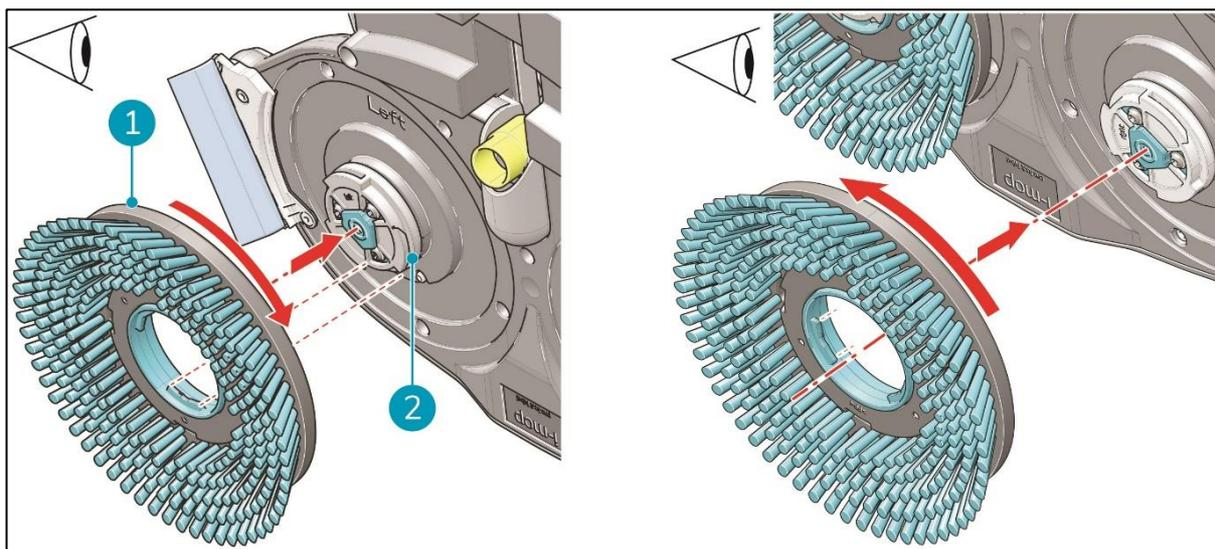

Figure 8
3. Alignez le pinceau gauche (Figure 8, pos 1) avec le disque gauche du moteur (Figure 8, pos 2). Alignez les loquets et les découpes du balai et du disque moteur.